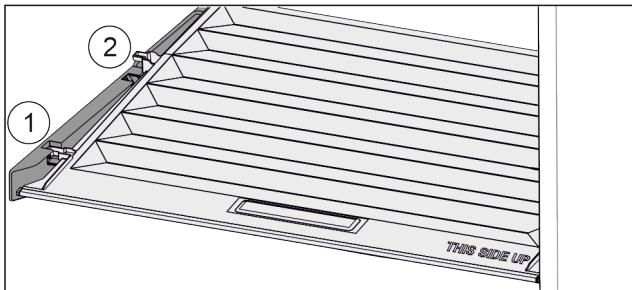

Fig. 150
- Потянуть крышку до отверстия в поддерживающих деталях вперед Fig. 150 (1).
- Поднять сзади снизу и извлечь Fig. 150 (2) движением верх.